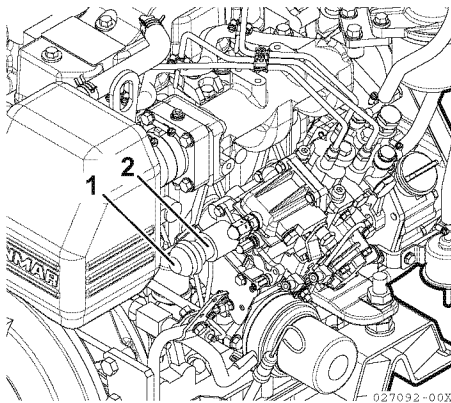

Figura 5
Se o motor não puder ser travado pelo interruptor de travagem no painel, trave o motor premindo o botão **(Figura 5, (1))** na traseira do solenóide de travagem **(Figura 5, (2))**.